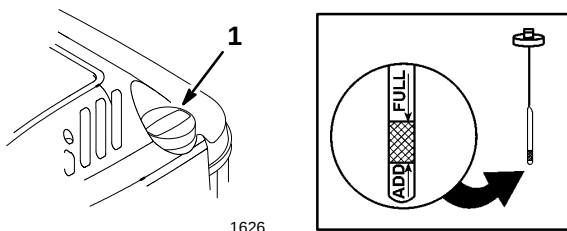

Figure 2
Avant chaque utilisation, vérifier que le niveau d'huile arrive entre les marques maxi (FULL) et mini (ADD) de la jauge (Fig. 2). Rajouter de l'huile si le niveau est bas.
1. Placer la tondeuse sur un sol plat horizontal et nettoyer tout autour du bouchon de jauge (Fig. 2).
5. Retirer la jauge et lire le niveau d'huile sur le bout de la jauge portant les marques FULL et ADD (Fig. 2).